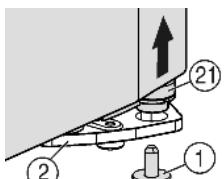
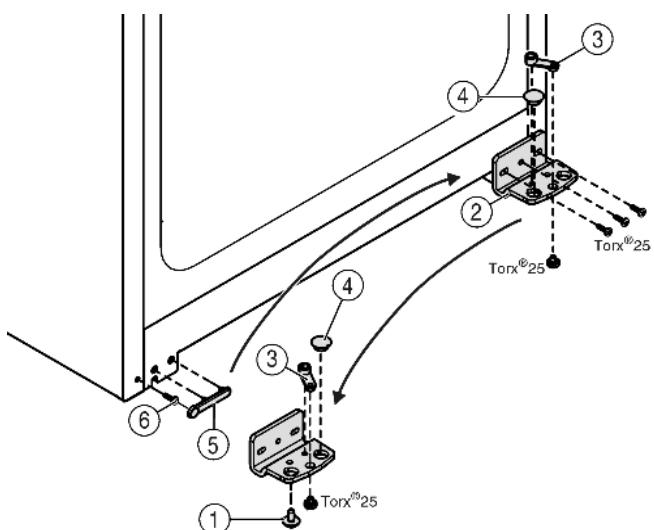

Fig. 4
Fig. 5
- ▶ Внизу справа на опорном кронштейне выкрутите фиксирующий винт Fig. 4 (1).
- ▷ Опорный палец Fig. 4 (21) можно извлечь из опорного кронштейна Fig. 5 (2).
- ▶ Если не удается извлечь опорный палец Fig. 4 (21), нажмите на него снизу.
- ▶ Открутите опорный кронштейн Fig. 5 (2).
- ▶ Открутите опорную деталь Fig. 5 (3) и, переставив в отверстие на противоположной стороне опорного кронштейна, снова прикрутите.
- ▶ Извлеките заглушку Fig. 5 (4) из опорного кронштейна и переставьте ее в отверстие на противоположной стороне опорного кронштейна.
- ▶ Осторожно снимите крышку со стороны ручки Fig. 5 (5).
- ▶ Выкрутите болт Fig. 5 (6) и вкрутите на противоположной стороне.
- ▶ Снова установите крышку Fig. 5 (5).
- ▶ Снова прикрутите опорный кронштейн Fig. 5 (2) на новой стороне шарнира (**с моментом 4 Нм**). При необходимости используйте аккумуляторный шуруповерт.
- Вкрутите фиксирующий винт Fig. 4 (1) внизу в опорный палец и затяните (**с моментом 4 Нм**).